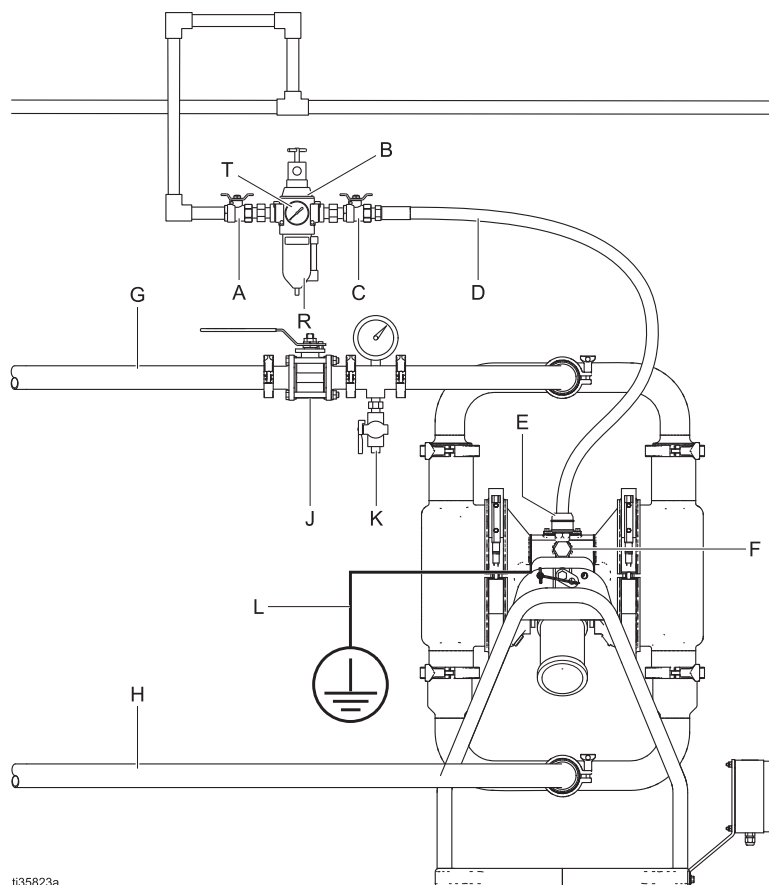

図 2: 代表的な壁面設置例
- 代表的な設置例：図 2. これはシステム構成部品を選択し、設置する際のガイドに過ぎません。お客様の必要に応じたシステムの設計の支援が必要な場合は、Graco 販売代理店にご相談ください。
<p>このシステムでは、ブリード型マスターエアバルブ (C) を使用してください。バルブとポンプの間にトラップされた空気を除くためです。閉じ込められたエアはポンプを不意に回転させることがあり、目や皮膚に液体が飛び散ったりといった事故を含む重傷の原因となることがあります。以下を参照してください：図 2。</p>
1. 図 2. アクセサリーに供給を行っているエアラインが接地されていることを確認してください。
- a. 液体圧力制御用のエアレギュレーター (B) およびエア圧力ゲージ (T) を取り付けます。供給エア圧力を下げると、ポンプの液体アウトレット圧力が下がります。
- b. ブリード型マスターエアバルブ (C) をポンプに近い場所に設置し、こもった空気を開放するのに使用します。もう一方のマスターエアバルブ (A) は、すべてのエアラインアクセサリーの上流側に設置し、清掃および修理の際にそれらを隔離するために使用します。
- c. エアラインフィルター (R) は、供給圧縮エアから有害な汚れや湿気を取り除きます。
2. 接地済み導電フレキシブルエアライン (D) をアクセサリーと 1/2 npt(f) ポンプエアインレット (F) の間に取り付けます。最小 9.5 mm (3/8 インチ) の ID エアラインを使用してください。必要に応じて、エアライン (D) とポンプエアインレット (F) の間にエアラインカップラー (E) を取り付け、しっかりと締めてください。
2. ポンプ液体アウトレットに近い場所に液体ドレンバルブ (K) を取り付けます。以下を参照してください：図 2。